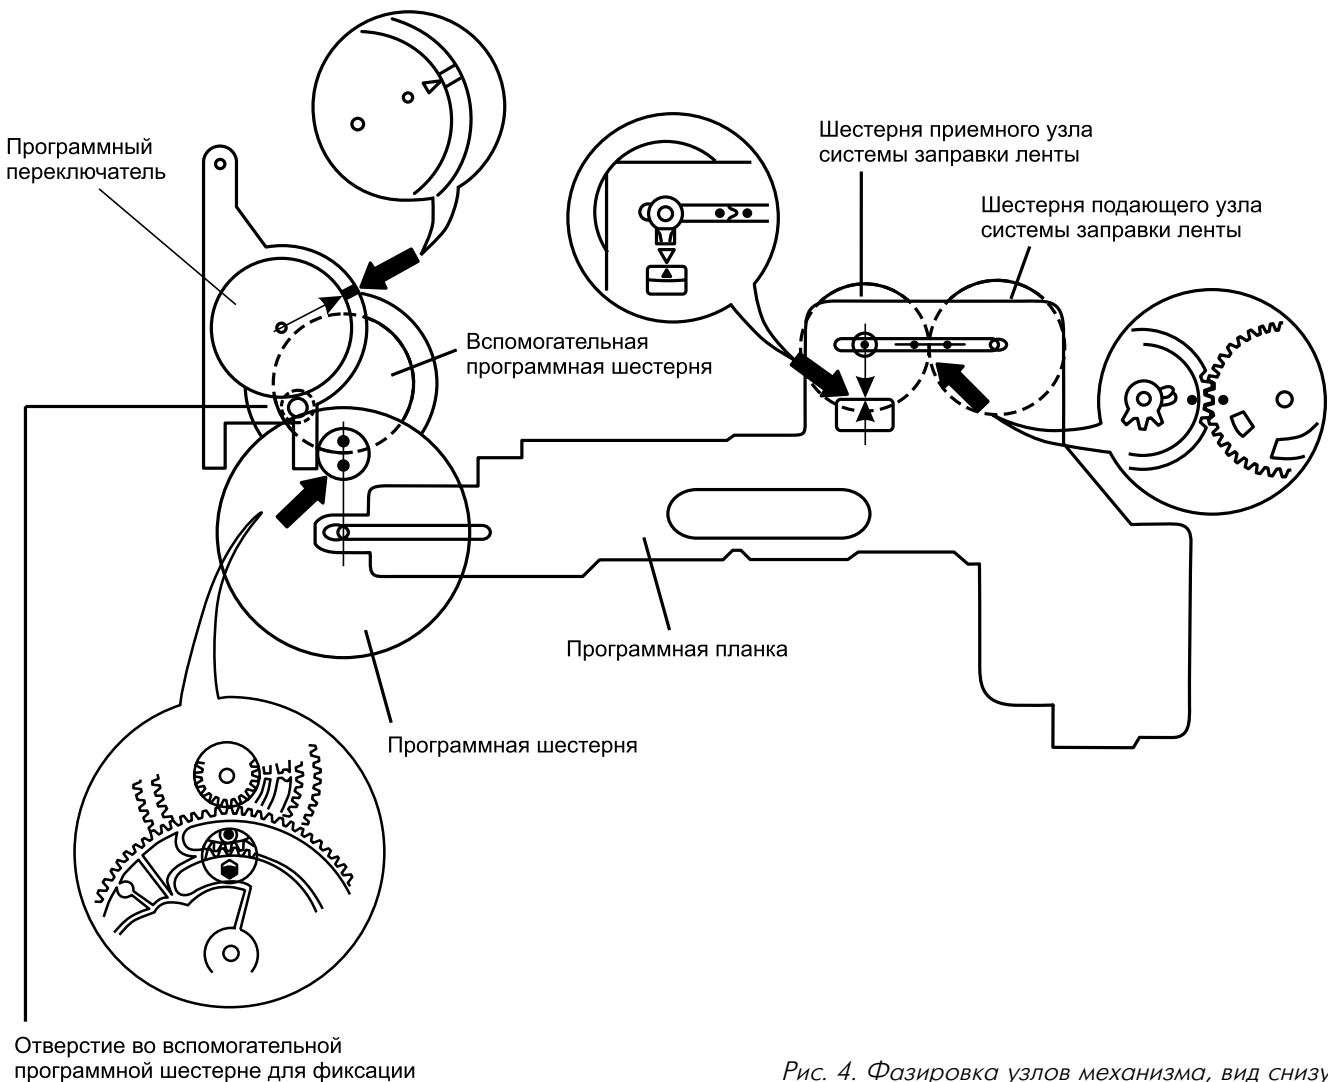

Рис. 4. Фазировка узлов механизма, вид снизу
11. Устанавливают программную планку, заводя в ее пазы штифты рычага регулятора натяжения ленты и рычага натяжения пружины так, чтобы совпали метки на планке и на шестерне приемного узла системы заправки ленты (рис. 4).